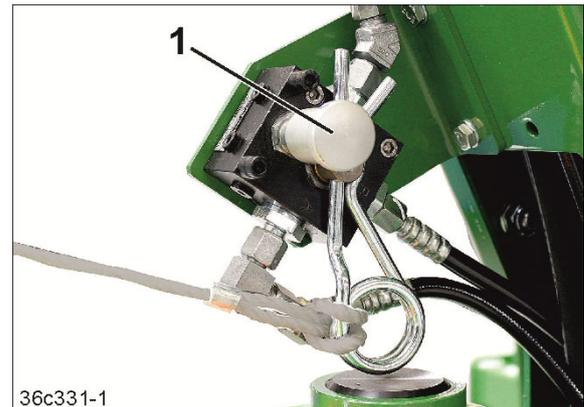

Fig. 111
- 3.1 Das Ventil (Fig. 111/1) betätigen. Dadurch entleert sich der Hydrospeicher.